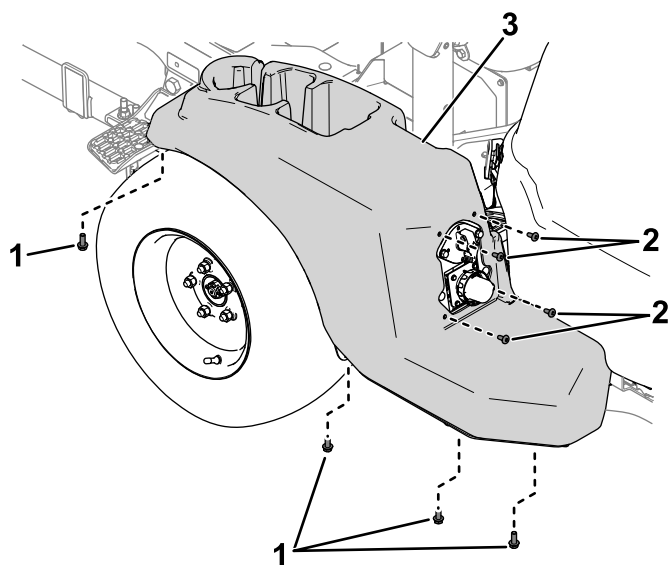

図 1
1. マシン(図 1) 左側にカバーを固定しているボルトとネジを外し、カバーを取り外す。